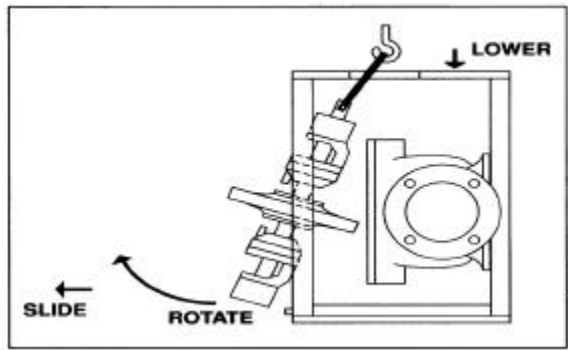

FIGURA 58 – BAJANDO EL ELEMENTO GIRATORIO
17. Baje el elemento giratorio hasta el piso deslizando el alojamiento del cojinete exterior alejándolo del pedestal permitiendo que el elemento se coloque en el piso con el eje en la posición horizontal. (Consulte la Figura 58).
21. En los pedestales completos, la eslinga de elevación debe pasar por el orificio en la placa superior del pedestal. (Consulte la Figura 58).